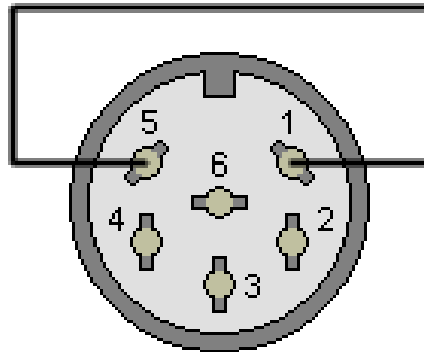

Bild 16
6.1. 6-poliger DIN-Stecker. Verdrahtung von der Lötseite aus gesehen (Bild 16).